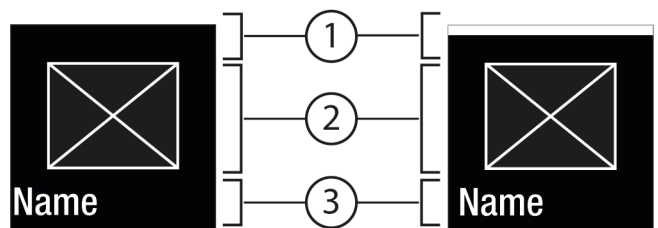
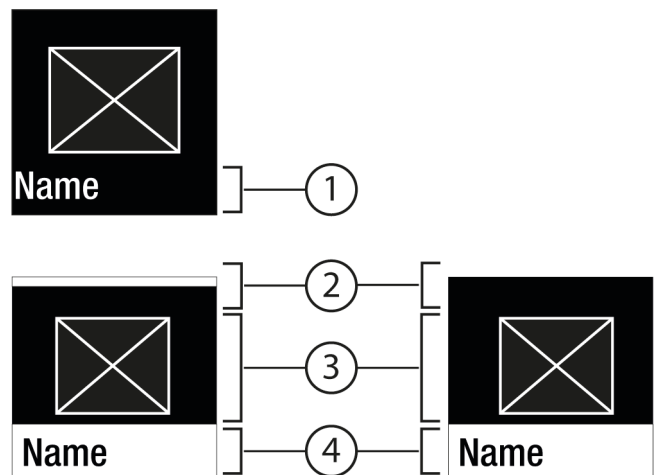

Fig. 6
Fig. 7
- Met bevestigen Fig. 5 (2) het submenu Fig. 7 (4) oproepen.
- Nieuwe waarde instellen: Met bevestigen *Fig. 5 (2)* een gedeactiveerde waarde *Fig. 6 (1)* selecteren.
- Terug naar het menu: Met bevestigen *Fig. 5 (2)* de al geactiveerde waarde *Fig. 6 (2)* selecteren.
- ▷ Status: geactiveerd *Fig. 6 (1)* wordt kort op het submenu *Fig. 7 (4)* weergegeven.